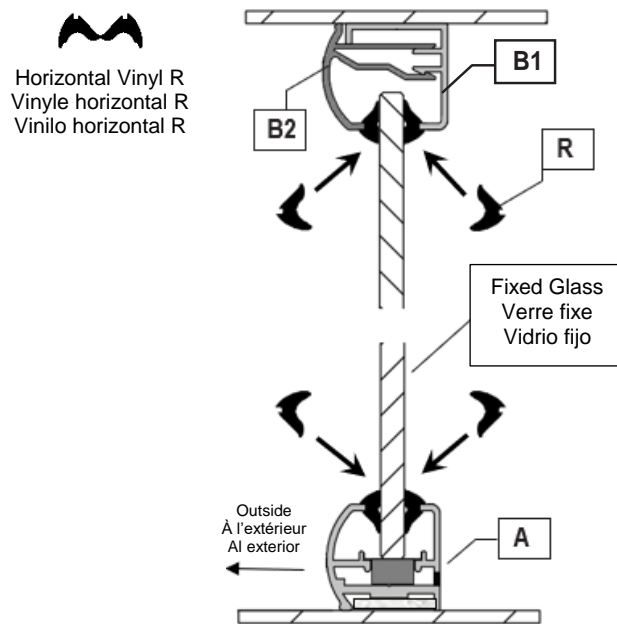

Fig 10a
1. Measure the exposed **Stationary Panel Glass (D)** width at the top and bottom.
2. Separate and cut the two strips of the **Horizontal Push-In Vinyl (R)** into two pieces of each dimension previously measured. Push the vinyls into the space between the **Panel Glass (D)** and **Sill (A)** and between the **Panel Glass (D)** and the **2pc Header (B1 / B2)** from both the inside and outside of the enclosure. **(Fig 10a)**
1. Mesurez la largeur exposée du **panneau de verre fixe (D)** en haut et en bas.
2. Séparez et coupez les deux **bandes de Vinyle Horizontal enfichable (R)** en deux morceaux de chaque dimension précédemment mesurée. Poussez les vinyles dans l'espace entre le **panneau vitré (D)** et le **seuil (A)** et entre le **panneau vitré (D)** et le **rail 2pc (B1 / B2)** à la fois de l'intérieur et de l'extérieur de l'enceinte. **(Fig 10a)**